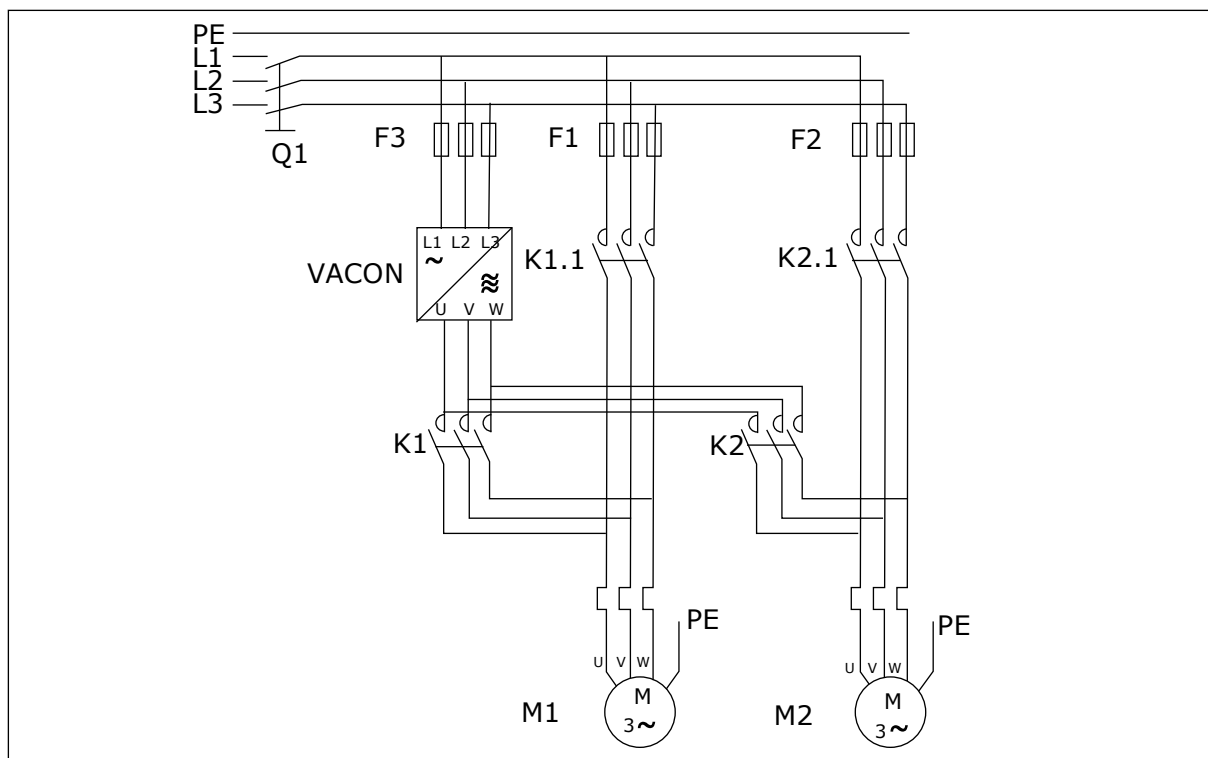
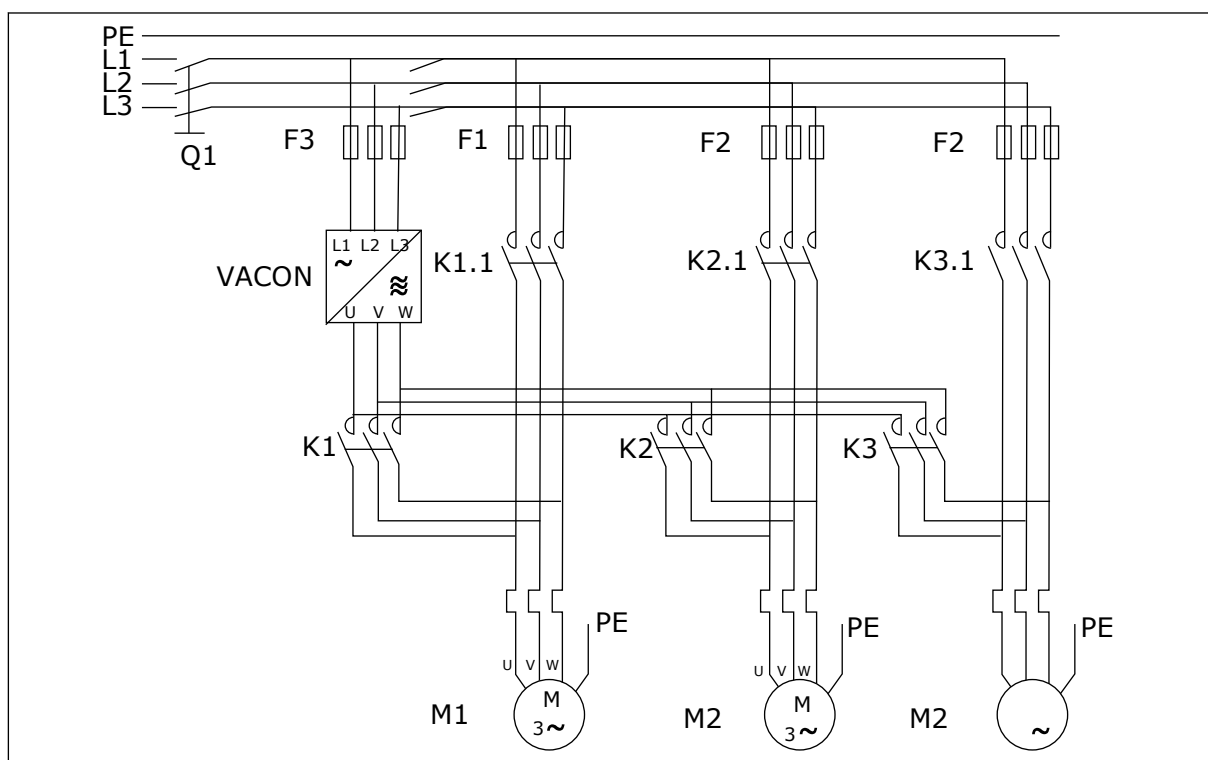

Рис. 98: Пример автозамены в системе с 2 насосами, основная схема
Рис. 99: Пример автозамены в системе с 3 насосами, основная схема
- Внешние контакторы, управляемые через релейные выходы преобразователя частоты, используются для подключения приводов к преобразователю частоты или к сети электроснабжения. Если двигатель, управляемый преобразователем частоты, включен в последовательность автозамены, он обязательно будет управляться через тот релейный выход, который был активирован первым. Релейные выходы, активированные позднее, управляют работой вспомогательных приводов (см. Рис. 98 Пример автозамены в системе с 2 насосами, основная схема и Рис. 99 Пример автозамены в системе с 3 насосами, основная схема).
Активируется функция автоматической смены последовательности запуска и останова, которая применяется либо только ко вспомогательным приводам, либо ко вспомогательным приводам и к приводу, управляемым преобразователем частоты в зависимости от значения параметра 2.9.25 «Выбор автоматики». По умолчанию автозамена активирована для двух приводов. См. Рис. 19 Пример конфигурации входов/выходов и подключения по умолчанию для приложения управления насосом и вентилятором (с 2-проводным передатчиком) и Рис. 98 Пример автозамены в системе с 2 насосами, основная схема.